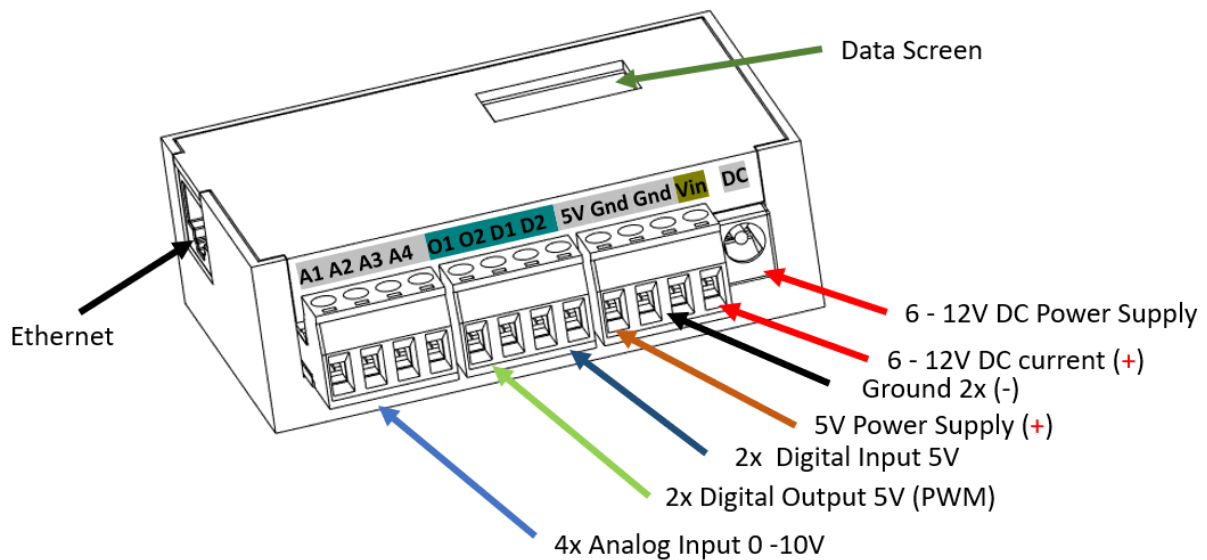

Abbildung 1 Anschluss plan ADX1-neo
1. Die Analog/Digital Signale oder PWM gemäß **Abbildung 1** anschließen.